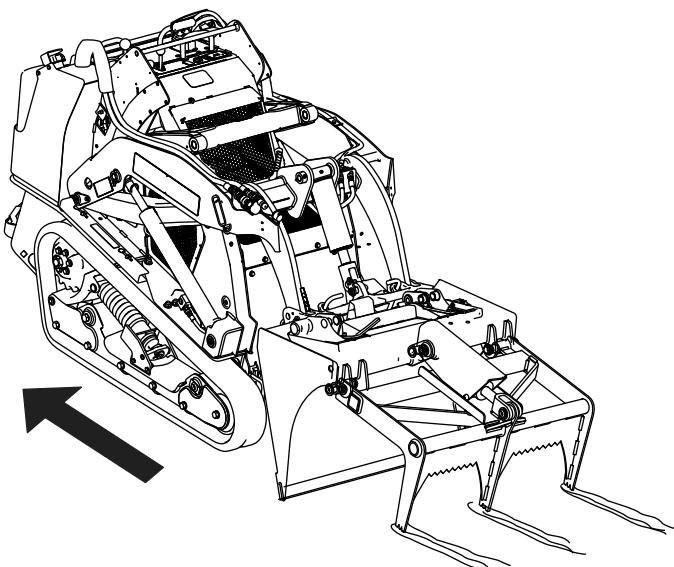

Figura 4
2. Recue a máquina. Para arar galhos soltos e outros detritos, pode prendê-los com as pinças, coloque os dentes no solo. Para cavar sulcos no solo e partir torrões, penetre no solo com os dentes (Figura 4).